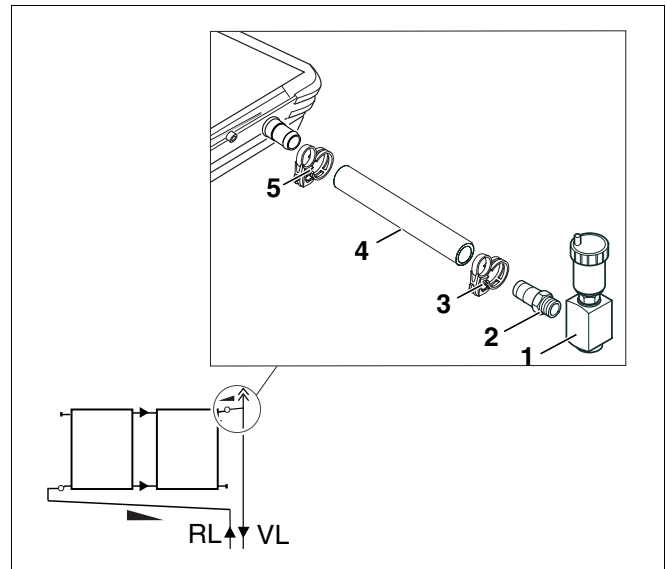

Fig. 41 Conectar la tubería de alimentación y el acumulador de aire con purgador
- ▶ Retire el tubo solar corto previamente montado (cuando la alimentación se encuentre en el lado derecho) y sustitúyalo por el tubo solar largo (fig. 41, **pos. 4**) en la conexión superior del último colector de la red hidráulica.
- ▶ Fije el tubo solar largo al colector con una abrazadera nueva (fig. 41, **pos. 5**).
- ▶ Introduzca la segunda abrazadera (fig. 41, **pos. 3**) sobre el tubo solar largo.
- ▶ Acople el acumulador de aire con purgador (accesorio), (fig. 41, **pos. 1**) a ser posible en el desván, con la boquilla portatubo (fig. 41, **pos. 2**) al tubo solar largo. La boquilla portatubo está incluida en el juego básico de tuberías.